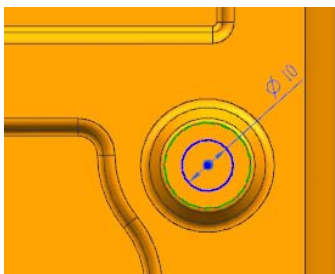

图 8-74 绘制草图
(3) 绘制如图 8-74 所示的裁剪轮廓。单击“完成”图标，草图绘制完毕。